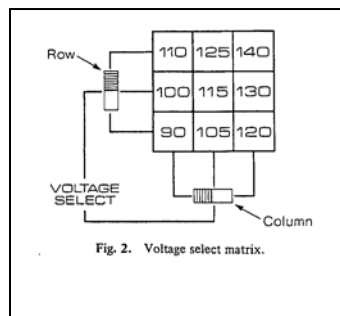

Fig. 2. Matriz de selección de voltaje
3. Select the desired voltage with the VOLTAGE SELECT switches. The two 3 position switches are connected in a matrix arrangement as shown on the front panel of the ISOPACK, and in Fig. 2. The matrix provides nine possible combinations, each producing a different output voltage. For example, if both switches are in the center position, a 115 volt output results. With the “ROW” switch selecting the top row and the “COLUMN” switch selecting the left column, a 110 volt output results, etc.
6. The voltages shown on the matrix (Fig. 2) are approximate, depending upon the load and the input voltage’s variance from 120 volts. To determine the specific voltage, connect a precision Multimeter to measure the AC voltage at the ISOLATED output.
- Seleccione el voltaje deseado mediante los switches VOLTAGE SELECT. Los 2 switches de 3 posiciones Están conectados en un arreglo de matriz como en la Fig. 2 y el panel frontal del ISOPACK. La matriz de 3x3 provee nueve posibles combinaciones, cada una con un voltaje de salida distinto. Por ejemplos, si ambos switches están en la posición central se obtienen 115 Volts. Al seleccionar con el switch “ROW” la columna superior y con el “COLUMN” la fila izquierda, se obtienen 110 Volts, etc.
- Los voltajes de la matriz mostrados en la Fig. 2 son aproximados, dependiendo de la carga y de la diferencia posible con 120 Volts. Para determinar el voltaje específico, utilice un multímetro de precisión Precision para medir el voltaje en la salida ISOLATED.